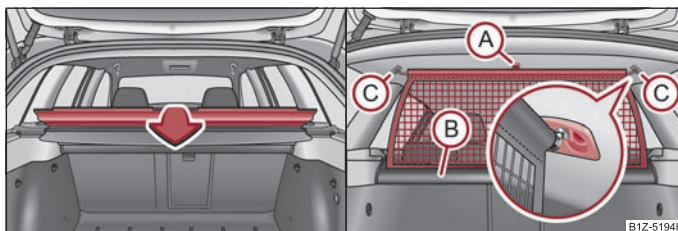

Fig. 62 Apertura del coperchio dello scomparto portaoggetti / estrazione della rete di separazione
- Aprire il coperchio dello scomparto portaoggetti dietro il divano posteriore ⇒ fig. 62 lato sinistro.
- Aprire il coperchio dello scomparto portaoggetti dietro al divano posteriore ⇒ fig. 62.